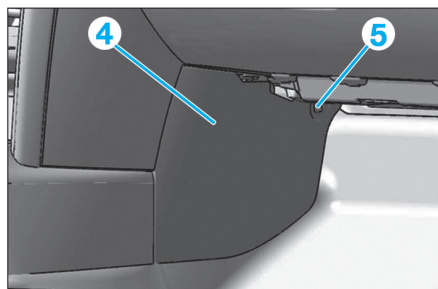

Fig. 20
- Déposer l'agrafe (5), puis le cache (4) (Fig.20).